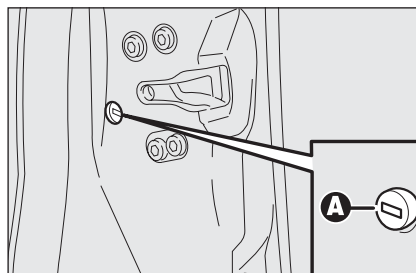

fig. 92
- inserire l'inserito metallico della chiave elettronica nella sede **A-fig. 92**;
- togliere la chiave dalla sede **A-fig. 92** e successivamente riposizionare il tappo di protezione sulla porta.